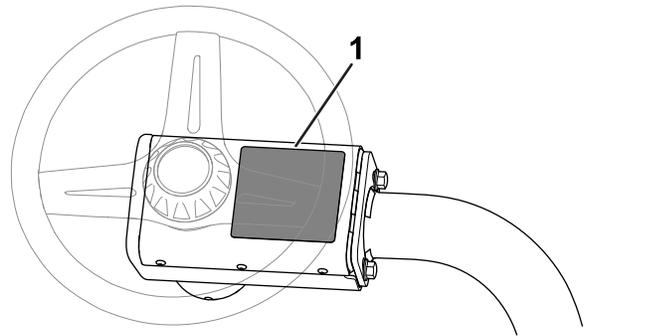

图 9
- 请把警告标贴（零件号为 136-8505），贴在现有警告标贴之上（零件号为 136-8506）。图 9 所示为警告标贴的位置。